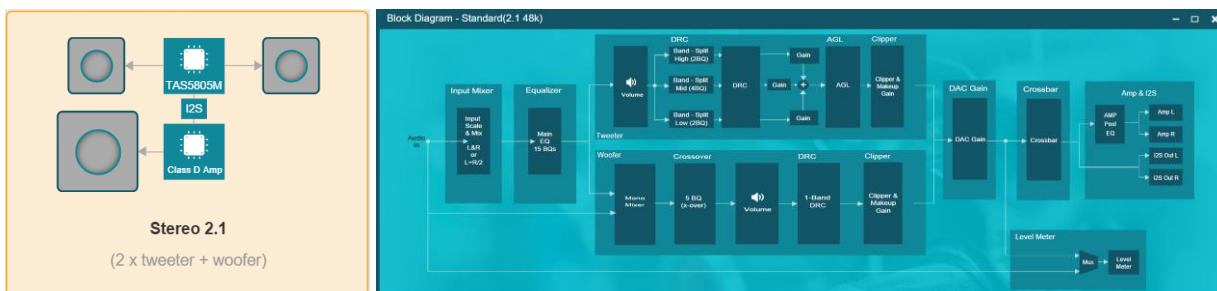

Figure 2: 2.1 模式及其 process flow
2.1 模式实际上是在 1.1 的基础上再添加了一个高音通道，这样整个模式下就有了三个通道的音频：左右声道高音和混合低音。在分频前，左右两个声道各有 15 段 EQ 可用，分频后左右声道的高音经过 tweeter 通道，共用 DRC 功能。低音则进入 woofler 通道，有专属的 woofler DRC。由于 TAS5805M 只有两个播放通道来播放左右高音，无法直接支持低音的播放，因此低音处理之后通过 I2S 的 SDOUT 输出数据流，用户再接一个数字输入功放即可使用。Figure 2 为 2.1 模式及其 process flow。